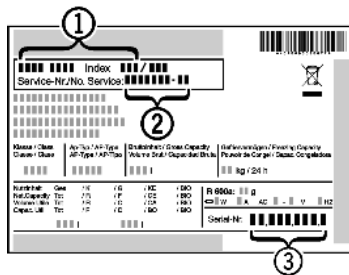

Fig. 45
- ▶ Ierīces nosaukumu *Fig. 45 (1)*, servisa Nr. *Fig. 45 (2)* un sērījas Nr. *Fig. 45 (3)* nolaiž datu plāksnītē. Datu plāksnītē atrodas ierīces iekšpusē pa kreisi.